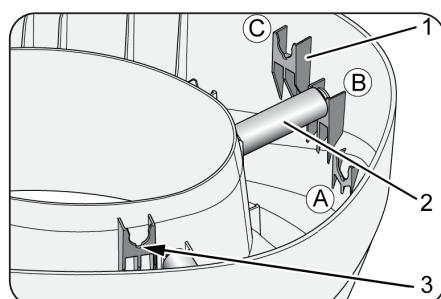

Fig. 3
1. Enfoncez les barres de réglage de la hauteur (2, figure 3) dans les supports A, B ou C (1, figure 3) en fonction de la hauteur d'assise souhaitée. Les barres de réglage de la hauteur doivent alors s'enclencher dans les encoches (3, fig. 3).